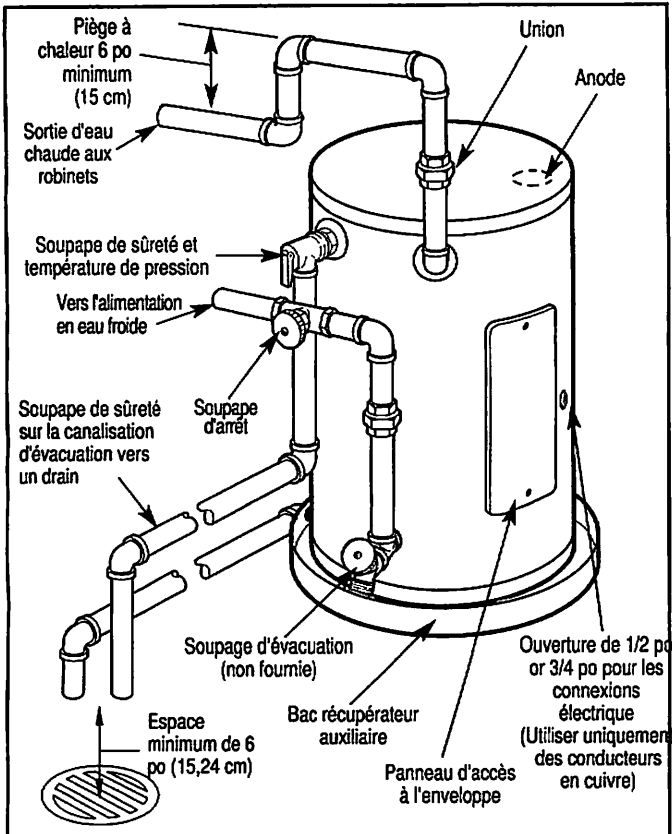
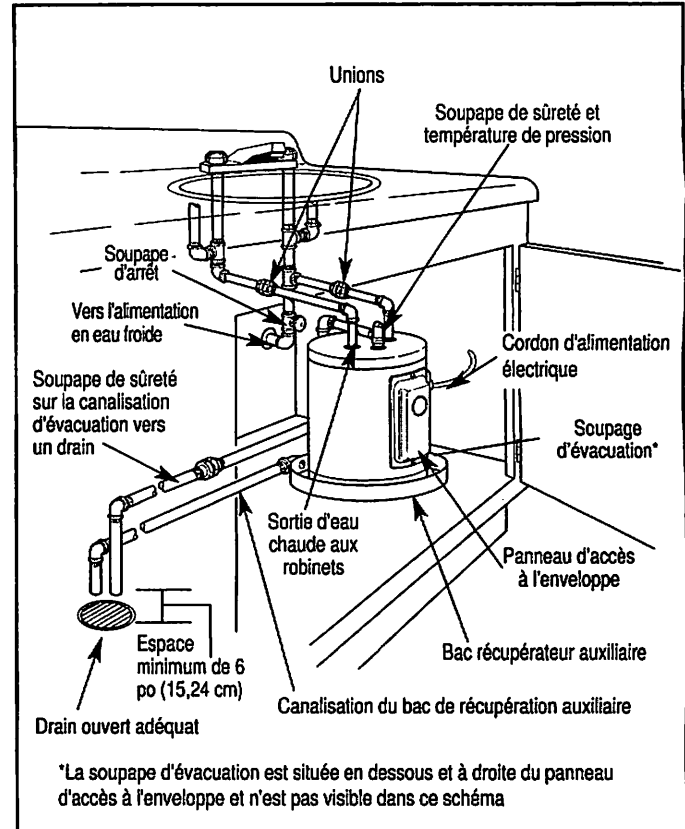

Figure 2. — Installation avec raccordement latéral typique
Figure 3. - Installation typique sous le comptoir
- 3. RACCORDEMENTS D'ALIMENTATION D'EAU** — Consulter la fig. 2 ou 3 pour l'installation typique suggérée. L'installation de connecteurs union ou des connecteurs de cuivre flexibles sur la canalisation de l'eau est recommandée de sorte que le chauffe-eau puisse être facilement débranché pour l'entretenir au besoin. Reliez la canalisation d'alimentation d'eau froide au raccordement de tuyau de 3/4" près du fond du chauffe-eau. (Consulter la figure 2.) Installez un robinet d'isolement et une soupape de vidange (non fournis) dans la ligne d'eau froide près du chauffe-eau (consulter la fig. 2.). Reliez la ligne d'eau chaude au raccordement de tuyau de 3/4" marqué CHAUD sur le côté proche du dessus du chauffe-eau. Sur les quelques modèles, les raccordements d'eau chaude et froide sont 1/2" des raccordements de tuyau et sont au-dessus du chauffe-eau. (Consulter la figure 3.) Une soupape de vidange est fournie sur ces modèles. Les codes locaux peuvent exiger un dispositif d'Anti-Siphon sur le côté d'alimentation d'eau d'un chauffe-eau ayant une connexion d'eau de côté.
4. SOUPAPE DE SÛRETÉ — Une nouvelle soupape de sûreté combinant pression et température, conforme à la norme pour les soupapes de sûreté pour les systèmes d'alimentation en eau chaude, ANSI Z21.22/CSA 4.4-M99, doit être installée dans l'ouverture prévue à cet effet sur le chauffe-eau. (Voir la figure 2 ou 3.) Aucune soupape quelconque ne doit être installée entre la soupape de sûreté et le réservoir. Les codes locaux régiront l'installation des soupapes de sûreté.
Le chauffe-eau est câblé intérieurement à la boîte de jonction à l'intérieur de l'enveloppe, à l'avant et en haut du chauffe-eau. Une ouverture pour un raccord électrique de 1/2 ou de 3/4 po est prévue pour effectuer les raccordements de câblage sur place. (Voir Fig. 2).
B. Un câble à gaine non métallique ou un conduit métallique ou un câble à gaine métallique non approuvé pour usage comme conducteur de mise à la terre devra comprendre un conducteur séparé pour la mise à la terre. Il doit être raccordé aux bornes de mise à la terre du chauffe-eau et à la boîte de distribution électrique. (Voir Fig. 2)